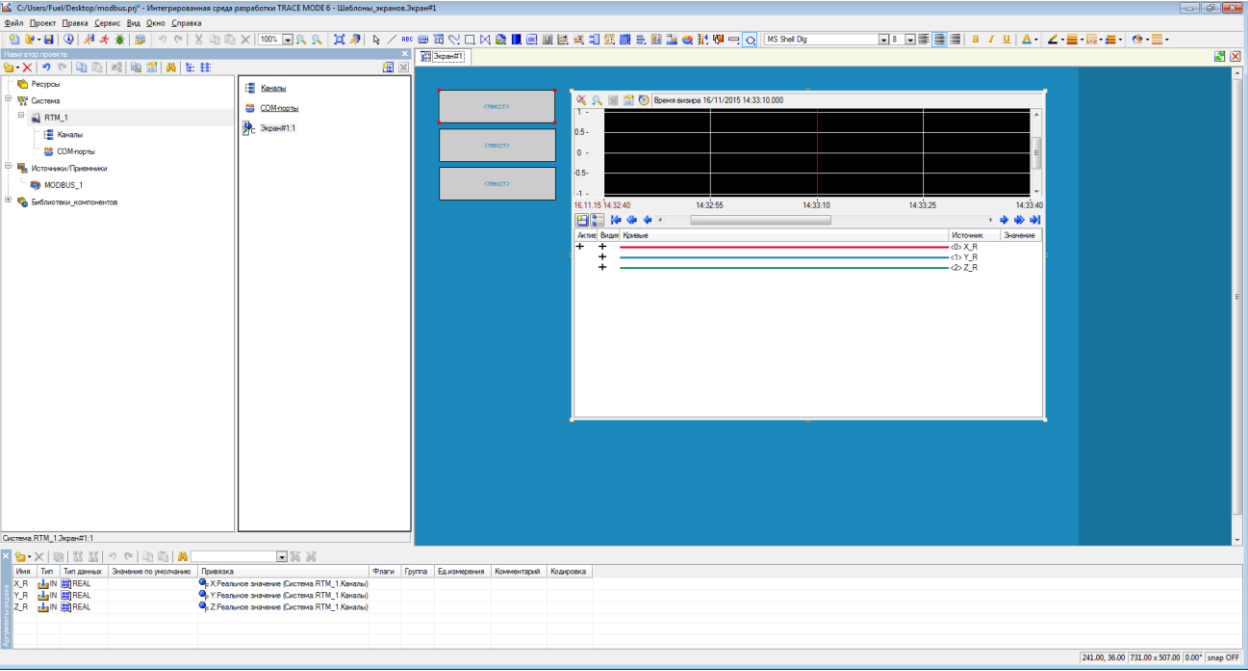

Рисунок 36.
4) Оформляем рабочий экран так, чтобы на нем получилось три текстовых поля, куда будет выдаваться текущее показание с датчика, а также тренд для отображения изменения значений ускорения во времени (см. Рисунок 36).